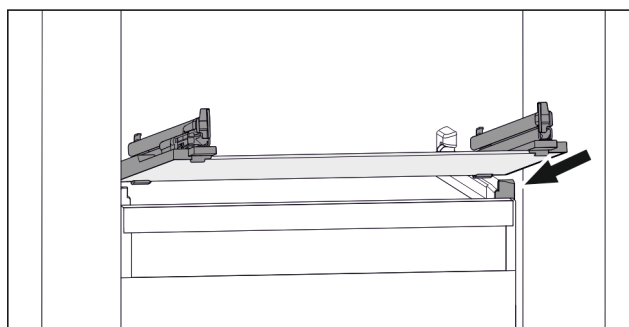

Fig. 126 玻璃隔板例图
- ▶ 将玻璃隔板斜放在止动器后面。(参见 Fig. 126)